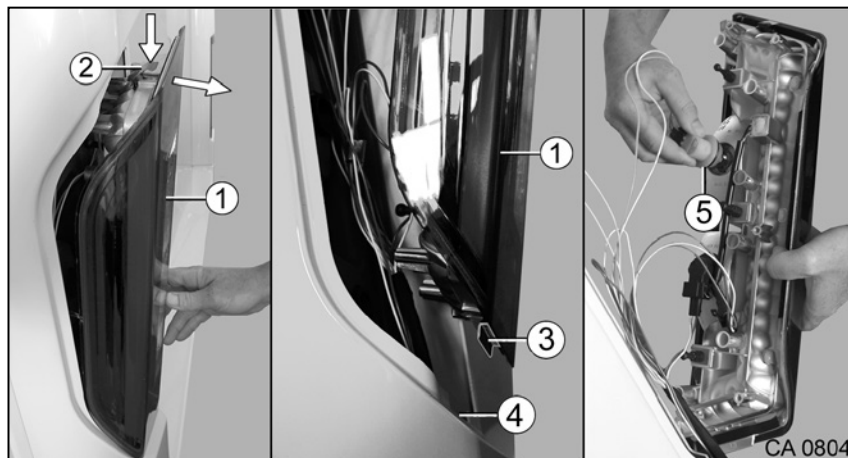

Fig. 187 Remplacement de l'ampoule sur le support de feu arrière
Si, lors du changement d'ampoule sur le support de feu arrière (Fig. 187/1) on travaille avec un outil non approprié ou si le câble est trop sollicité, il y a risque de détérioration.
Ne pas laisser pendre le support de feu arrière (Fig. 187/1) par les câbles !
1. Tirer le support de feu arrière (Fig. 187/1) en haut en dehors jusqu'à ce que le clip de fixation (Fig. 187/2) soit visible.
2. Pousser le clip de fixation (Fig. 187/2) vers le bas tout en sortant encore davantage le support de feu arrière (Fig. 187/1).
3. Soulever le support de feu arrière (Fig. 187/1) et retirer l'entretoise (Fig. 187/3) hors de l'évidement (Fig. 187/4).
4. Enlever prudemment le support de feu arrière (Fig. 187/1), bien le tenir et le déposer dans un endroit approprié.
5. Tirer le culot de lampe (Fig. 187/5) enfiché en dehors et remplacer l'ampoule défectueuse.